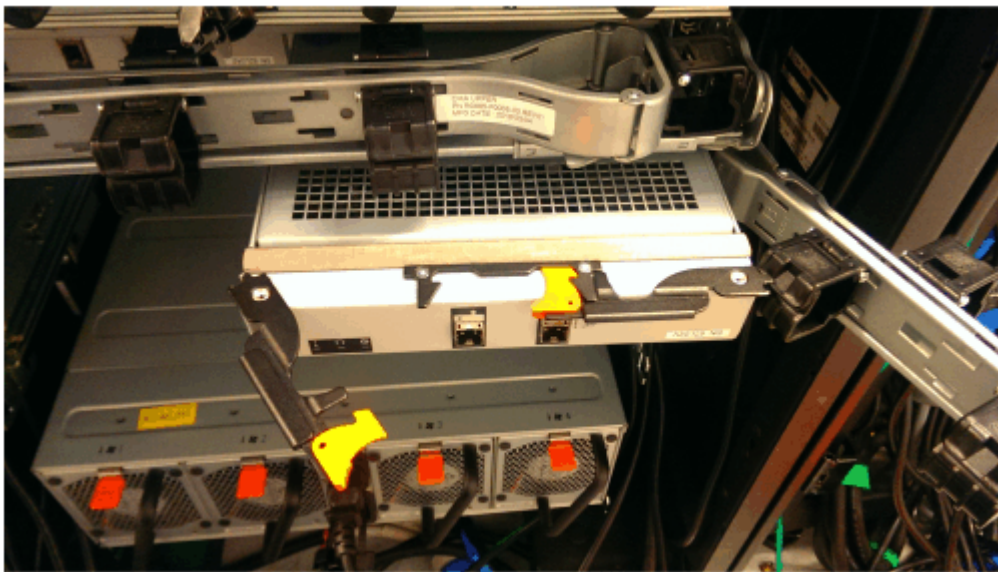

Abbildung 63. Erweiterungseinschub installieren
1. Lösen Sie die Winkelverbindung des unteren Kabelträgers, um ihn wegzudrehen (siehe Abbildung 63 auf Seite 62).
4. Wurde der Erweiterungseinschub vollständig eingesetzt, drehen Sie die beiden Griffe nach innen, um sie zu verriegeln (siehe Abbildung 63 auf Seite 62).